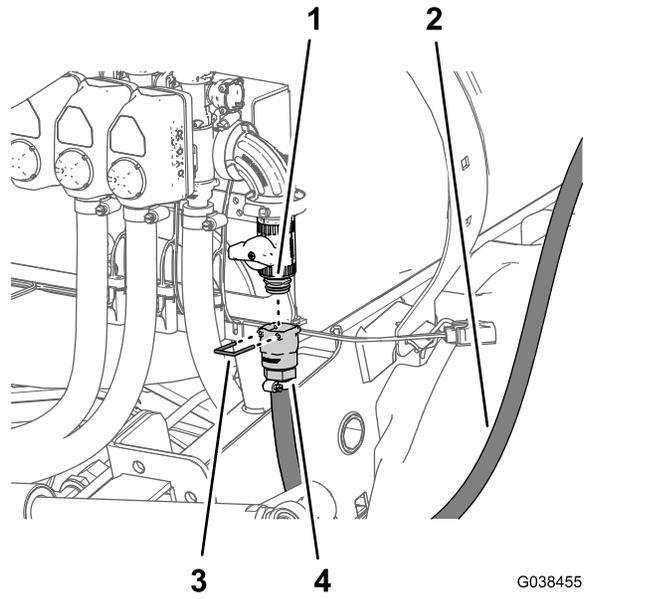

図 92
5. ホースのクイックコネクフィッティングとフランジ停止バルブを、ホースのクイックコネクフィッティングについているリテーナで固定する 図 92。